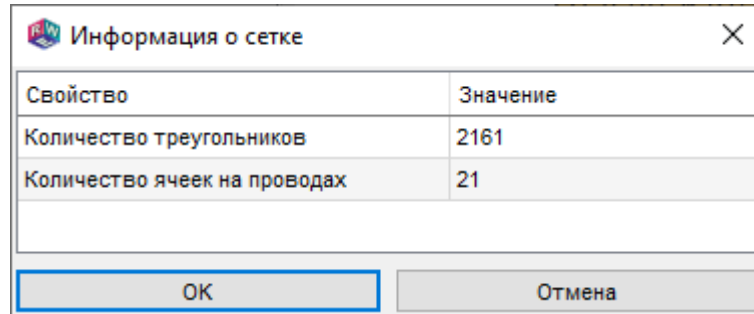

Рис. 107
13.3.1. Кнопка  на ленте меню «Сетка» выводит окно, в котором показаны количество треугольников сетки и количество ячеек на проводах (рис. 107).